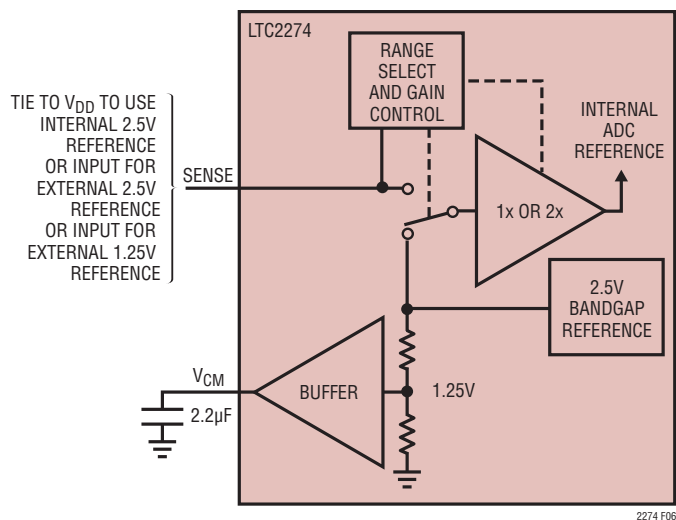

図6 リファレンス回路
2.5Vのバンドギャップ・リファレンス、利得をプログラム可能なアンプおよび制御回路で構成されるLTC2274のリファレンス回路を図6に示します。LTC2274にはリファレンス動作の3つのモードが備わっています。内部リファレンス、1.25Vの外部リファレンスまたは2.5Vの外部リファレンスです。内部リファレンスを使用するには、SENSEピンを V_{DD} に接続します。外部リファレンスを使用するには、単純に1.25Vまたは2.5Vのリファレンス電圧をSENSE入力ピンに与えます。SENSEに1.25Vまたは2.5Vを与えると、どちらの場合も2.25V_{P-P}のフルスケール・レンジになります (PGA = 0)。1.25Vの出力 V_{CM} が入力のドライブ回路の同相バイアスのために与えられます。 V_{CM} 出力には外部バイパス・コンデンサが必要です。このコンデンサは、内部回路と外部回路に、高周波領域で低インピーダンスのグラウンド経路を与えます。これはリファレンスの補償コンデンサとし